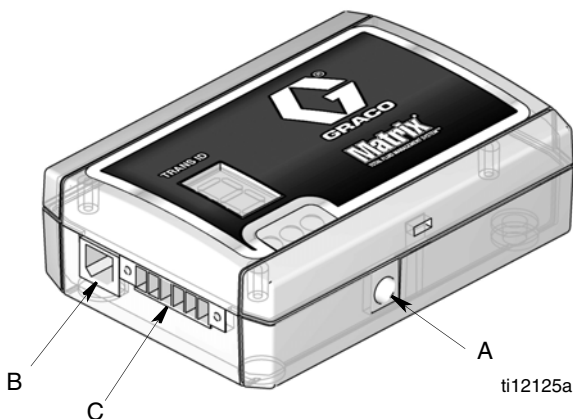

FIG. 4
L'émetteur-récepteur est alimenté par un transformateur de puissance électrique qui est branché au port connecteur d'alimentation (FIG. 4, (A) et à une prise de terre électrique.